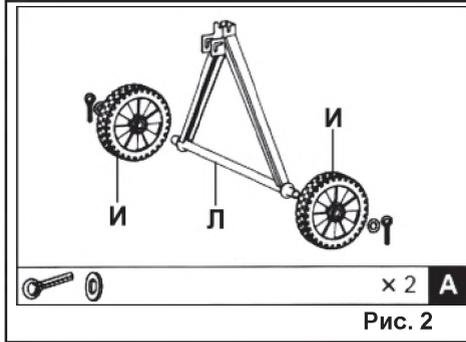

Рис. 2
6.1. Из пакета **A** достаньте шпильки и шайбы, установите на оси задней стойки (Л) колеса (И). Установите на ось снаружи шайбы и зафиксируйте колеса (И) на оси шпильками, вставив их во внешние отверстия оси (Рис. 2).